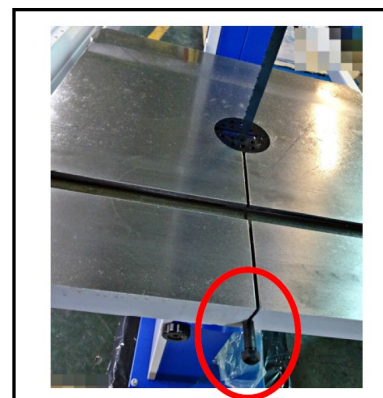

Figura 3
3. montare l'inserto del tavolo. Montare quindi la vite della distanza del tavolo, fissarla con (1) dado M8 e (2) rondella M8 e serrare la vite della distanza. (vedere figura 3)